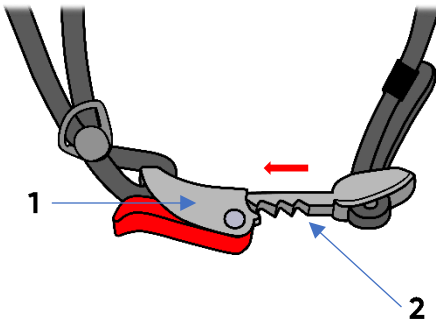
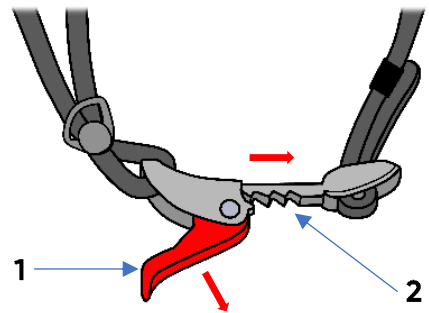

Fig.4
Fig.5
Keď chcete pásik zapnúť, vsuňte do západky (1) prvok pásika (2) (Fig. 4). Keď chcete pásik odopnúť, potiahnite sponu (1) a vytiahnite prvok pásiku (2) so západky. (Fig. 5)